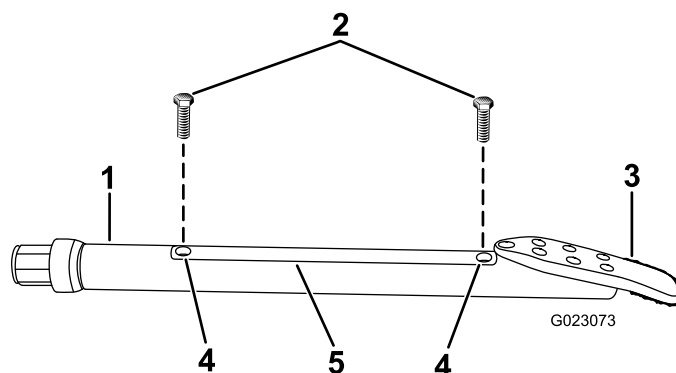

Figure 75
2. Desserrez les vis qui fixent le couvercle du porte-sonde au porte-sonde et déposez le couvercle (Figure 75).
4. Reposez le couvercle du porte-sonde et fixez-le au moyen des vis (Figure 75).